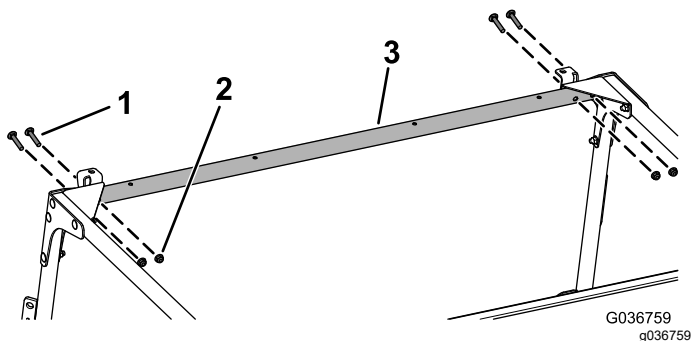

图 36
10. 如图 36 所示用 4 个托架螺栓5/16 x 1¾ 英寸和 4 个凸缘螺母5/16 英寸将前交联松松地安装到前安装支架和角撑板上。